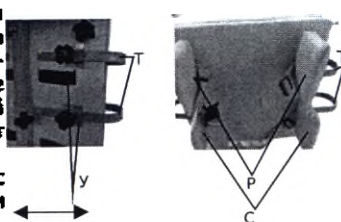

Рис.9
4) Регулировка положения боковых ограничителей (рис.9)
6) Регулировка столика по углу наклона (рис.9)